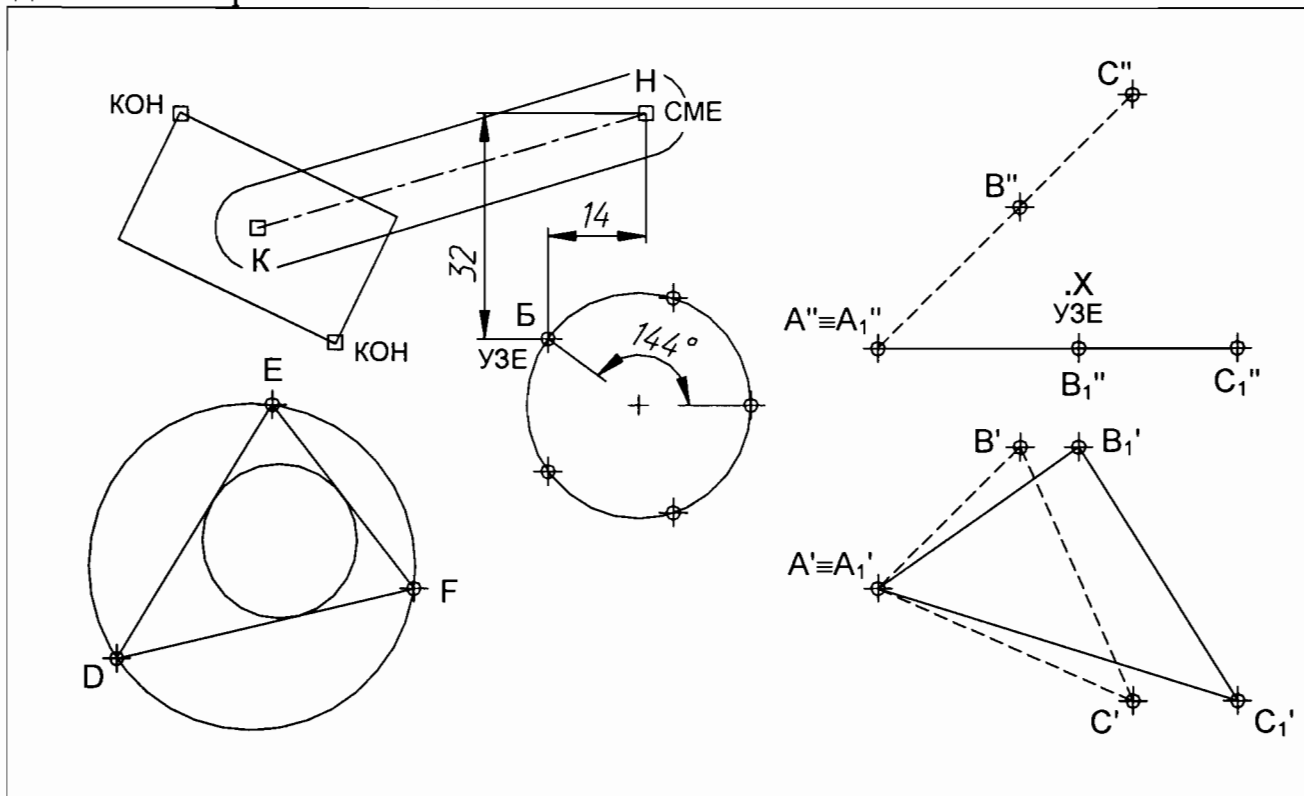

Рис.9
Порядок выполнения (рис.9):
6. Командой ПОВЕРНУТЬ с опцией Опорный угол повернуть фронтальную проекцию треугольника ABC (вместе с точками вершин) вокруг точки A'' горизонтально (на рис.9 штриховой линией условно показан исходный треугольник).